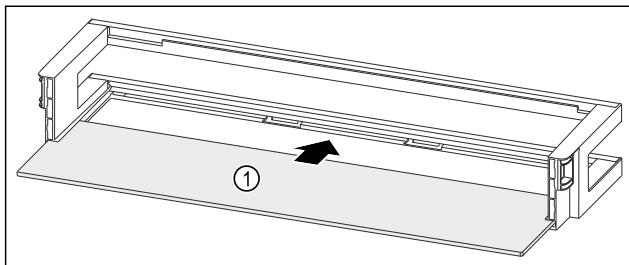

Fig. 121 Vratna polica z odlagalno polico
- Odlagalno polico Fig. 121 (1) vstavite v stranske utore.